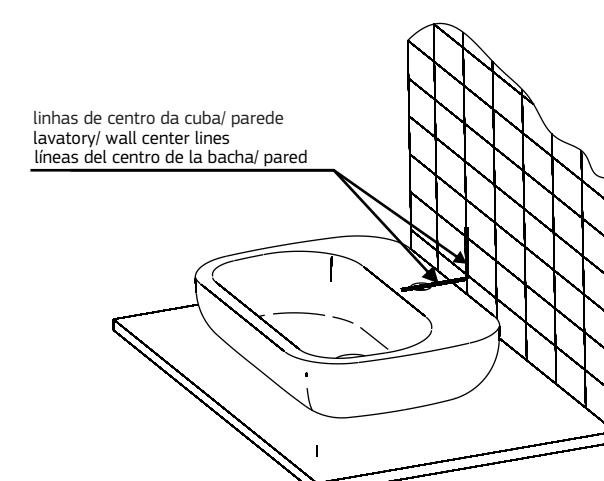

Fig. 1
- 1** Colocar a cuba sobre o tampo e traçar uma linha conforme fig. 1, retirar a cuba e prolongar esta linha até o tampo.
Place the lavatory over the countertop and draw a line according to fig. 1. Remove the lavatory and extend this line up to the countertop.